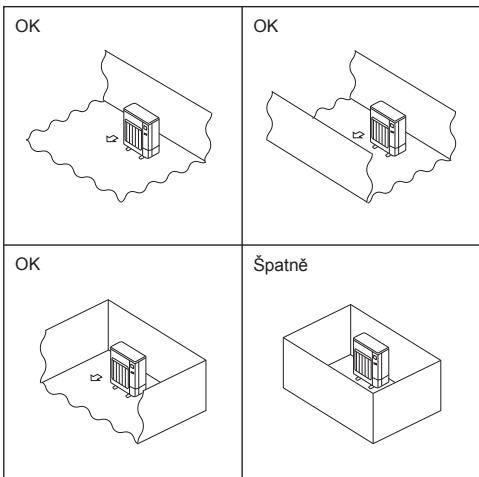

Fig. 2-2
- Venkovní jednotky instalujte na místa, kde je alespoň jedna z jejich čtyř stran otevřená a prostor je dostatečně velký a bez prohlubin. (Fig. 2-2)